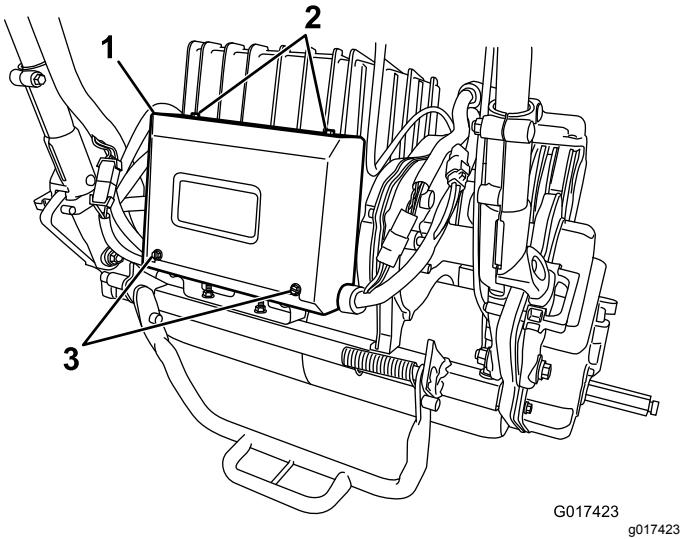

Figura 41
2. Retire los 2 tornillos traseros de la caja eléctrica, afloje los 2 tornillos superiores y retire la tapa de la caja (Figura 41).